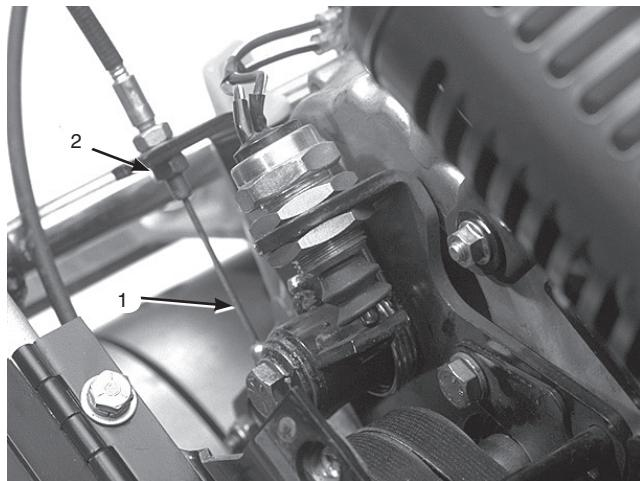

図42
3. 走行ケーブルの前ジャム・ナットをゆるめ、後ジャム・ナット(図42)を締めてケーブルの張りを出し、1.4 ~2.3 kgの力で走行コントロールがつながるようにする。力の計測はコントロール・ノブの部分で行う。